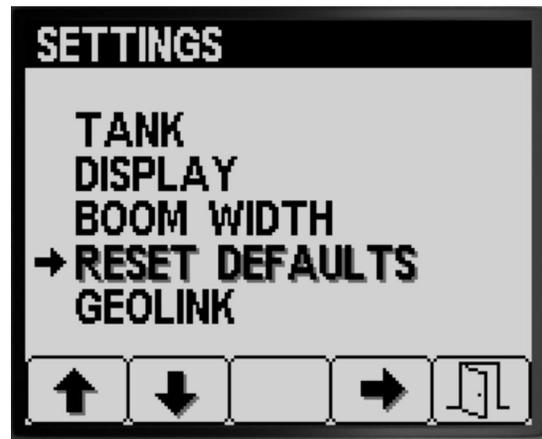

Figure 34
- Appuyez sur le bouton 2 de l'écran RÉGLAGES jusqu'à ce l'option RETOUR RÉGLAGES D'USINE soit atteinte (Figure 34).
- Appuyez sur le bouton 4 pour sélectionner l'option RETOUR RÉGLAGES D'USINE (Figure 34).